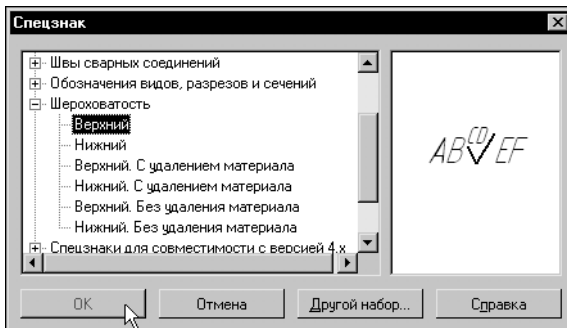

Рис. 22.25. Выбор значка шероховатости
- 10.3. Укажите строку **Верхний** (рис. 22.25).